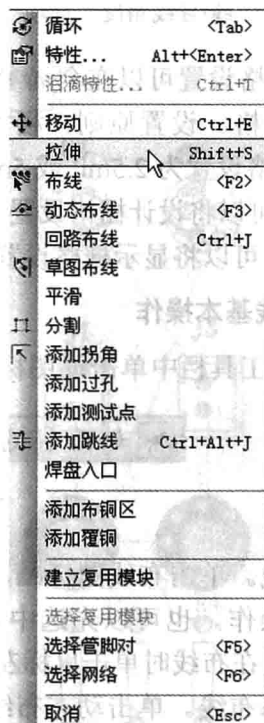

图 5-66 【拉伸】命令
- 布线拉伸。选中已经完成布线的线段，单击鼠标右键，在弹出的快捷菜单中选择【拉伸】命令，如图 5-66 所示。进入拉伸的模式，在光标移动的同时，该选中的线段会随之移动。也可以按下快捷键【Shift+S】来实现。